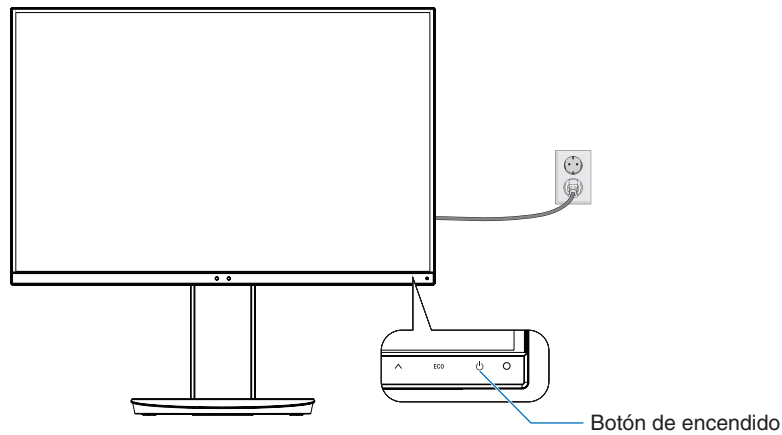

Figura E.1
8. Encienda el monitor pulsando la tecla [⏻] y después encienda el ordenador (**figura E.1**).